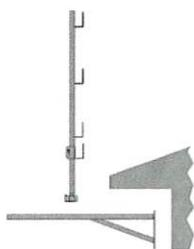

fig. 4
- Eseguire 4 fori sulla facciata dell'edificio con gli stessi interassi dei fori presenti sulla piastra e fissare la mensola del parapetto con i tasselli più idonei (fig. 4+5 a pag. 9) o con una contropiastra delle stesse dimensioni della piastra fornita con il parapetto stesso ossia 310 * 220 mm di spessore almeno 4mm e dotata degli stessi 4 fori come la piastra del parapetto stesso, tale contropiastra deve essere opportunamente vincolata alla parete esistente con 4 barre passanti filettate tipo M12 e lunghezza adeguata (vengono fornite se richieste barre della lunghezza di 70cm) e dadi e rondelle M12 classe 8.8 sia per la piastra che per la contropiastra collegati mediante una coppia di serraggio adeguata al collegamento alla struttura esistente ;